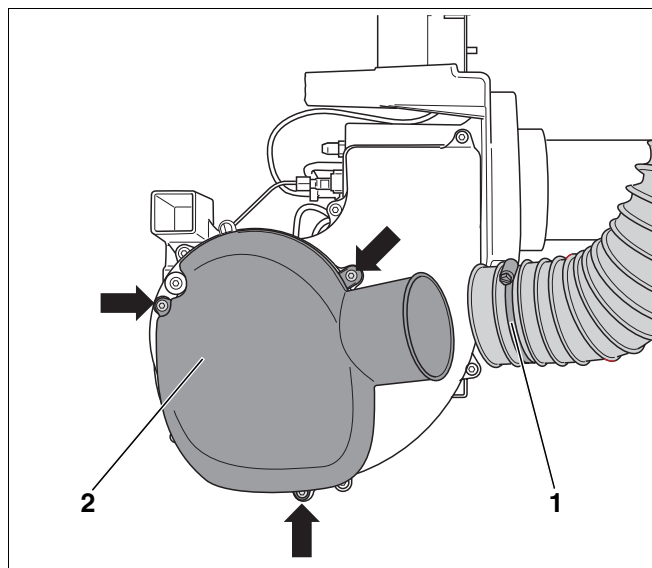
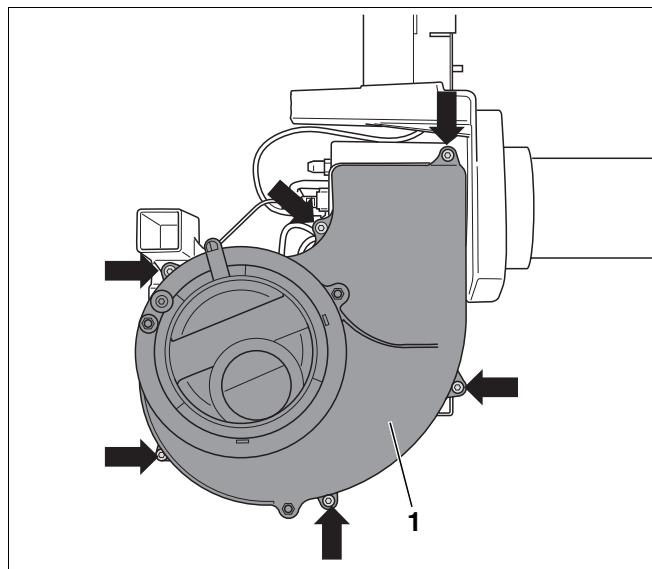

Рис. 21 Демонтировать глушитель на всасывании
Рис. 22 Демонтаж кожуха вентилятора
- Ослабить хомут (рис. 21, поз. 1) на шланге подачи воздуха для горения при работе с забором наружного воздуха.
- Открутить крепежные винты (рис. 21, указаны стрелками) и снять глушитель на всасывании (рис. 21, поз. 2).
- Открутить шесть крепежных винтов (рис. 22, указаны стрелками) и снять кожух вентилятора (рис. 22, поз. 1).
- Закрепить кожух вентилятора (рис. 22, поз. 1) и глушитель на всасывании (рис. 21, поз. 2).
- Ослабить хомут (рис. 21, поз. 1, стр. 26) и снять шланг всасывания.